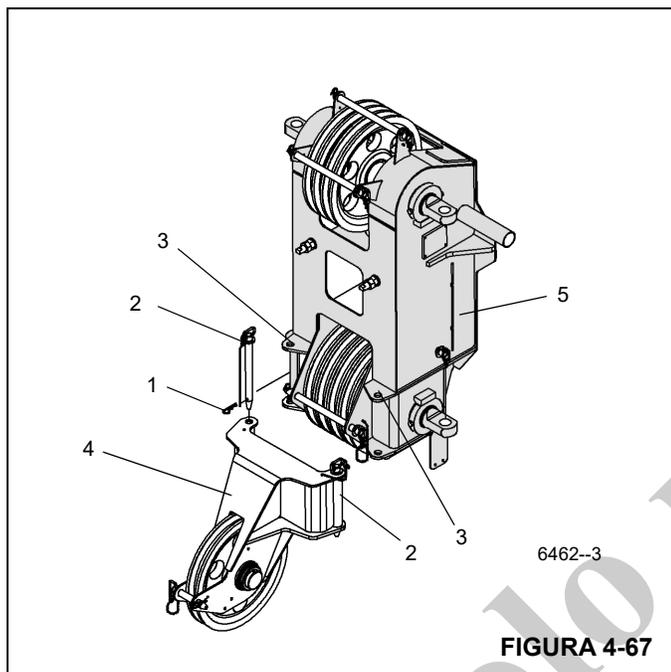

FIGURA 4-67
- Afloje el pasador de retención (1) y quite los pasadores (2) de la punta de la pluma de polea única auxiliar (Figura 4-67).